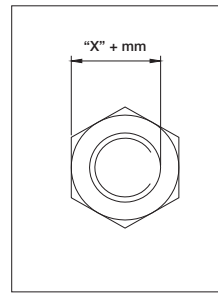

Figura 6
1. Medir la distancia que va de la cara plana de la tuerca al lado más alejado del perno. Véase Figura 6.